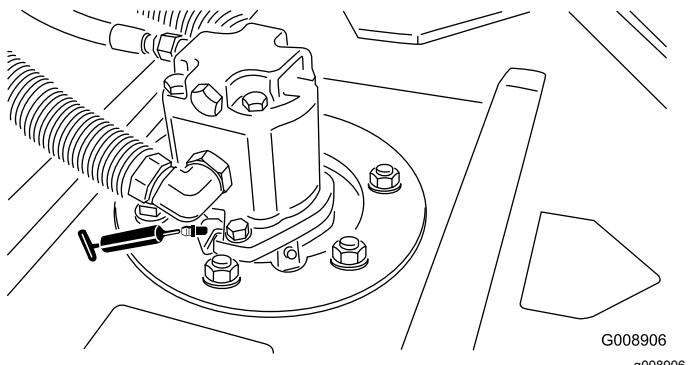

Bild 68
- Spindelwellenlager des Mähwerks (2 pro Mähwerk)—Bild 68